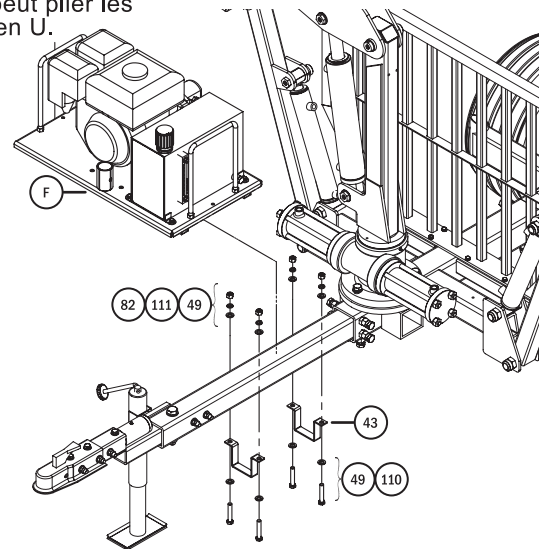

Fig. 12
Étape 15 : Installez l'ensemble moteur. Avec l'aide d'une autre personne, mettez en place l'ensemble moteur (F, **fig. 12**) sur la barre de remorquage juste devant la base du châssis stabilisateur. Utilisez les deux supports en U de plateau de moteur (43) pour fixer l'ensemble moteur (F) à la barre de remorquage à l'aide des boulons (110), des rondelles plates (49), des rondelles de blocage (111) et des écrous (82). Serrez les fixations jusqu'à ce que les rondelles de blocage soient comprimées, car un serrage excessif peut plier les supports en U.